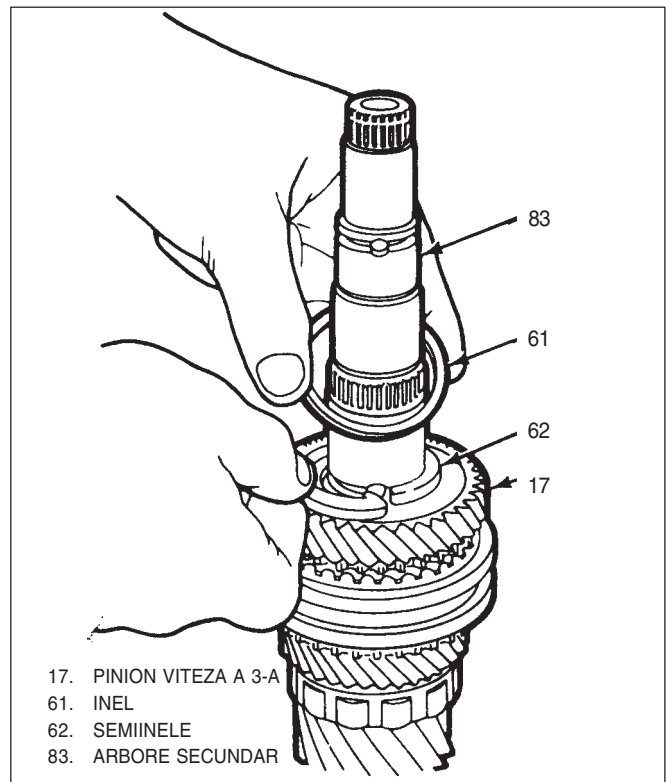
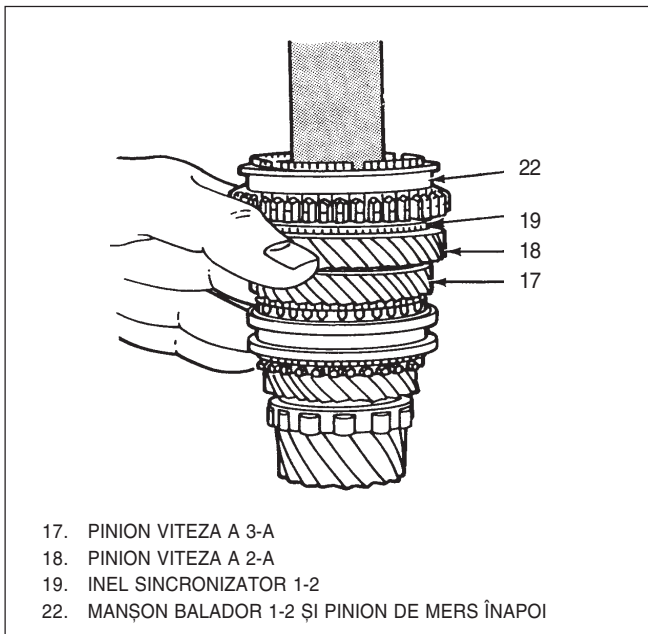

Fig. 38 Montare inel și semiinele
Fig. 42 Montare ansamblu sincronizator 1-2
- 10) Semiinele distanțiere(62) și inel reținere(61), Fig 38.
- 11) Colivie cu ace pinion viteza a 2-a(90) pe arbore.
- 12) Inel sincronizator 1-2(19) și pinion viteza a 2-a(18), Fig 42.